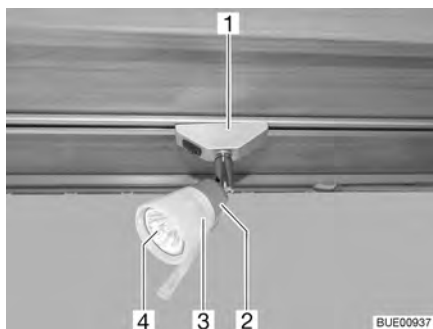

Bild 256 Halogenspotlight (förskjutningsbar)
- Vrid halogenspotlighten (Bild 256,1) 90° och ta av den från skenan.
- Vrid lampskärmen (Bild 256,3) moturs.
- Dra försiktigt av lampskärmen med halogenglödlampen (Bild 256,4) från sockeln (Bild 256,2).